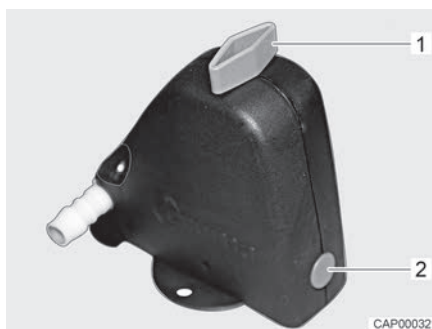
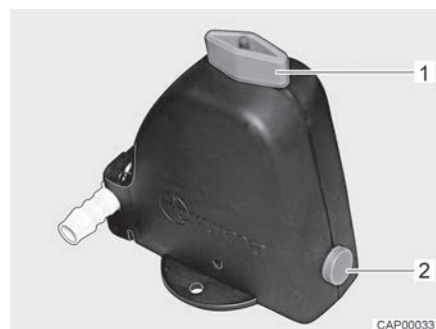

Bild 95 Säkerhets-/avtappningsventil stängd
Bild 96 Säkerhets-/avtappningsventil öppen
- Öppna säkerhets-/avtappningsventil (Bild 95). Vrid vredet (Bild 95,1) mot säkerhets-/avtappningsventilen. Tryckknappen (Bild 95,2) skjuts ut. Den öppna säkerhets-/avtappningsventilen visas i Bild 96.